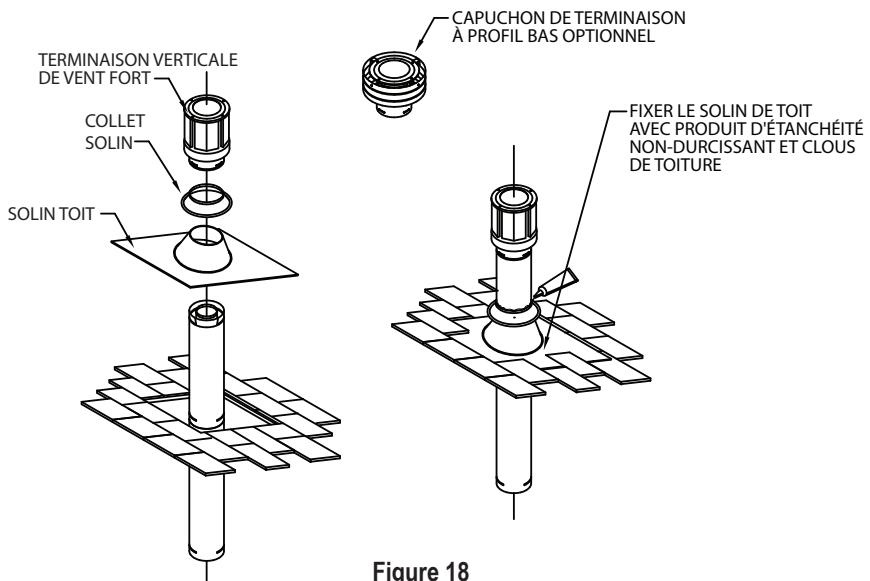

Figure 18
Étape 7. Glisser le solin de toit sur la section de tuyau sortant du toit. Utiliser un produit d'étanchéité non durcissant entre le solin et la toiture pour empêcher les fuites d'eau. Fixer la base du solin au toit avec des clous à toiture. Veiller à ce que le matériau de revêtement du toit recouvre le bord supérieur du solin (**Fig. 18**). Vérifier que vous avez au moins l'espacement minimal aux matières combustibles sur le toit et dans le grenier.
Étape 9. Glisser la mitre le long du tuyau et la pousser vers le bas contre le dessus de solin de toit (*Fig. 18*). Utiliser un produit d'étanchéité non durcissant entre la mitre et la section de tuyau.